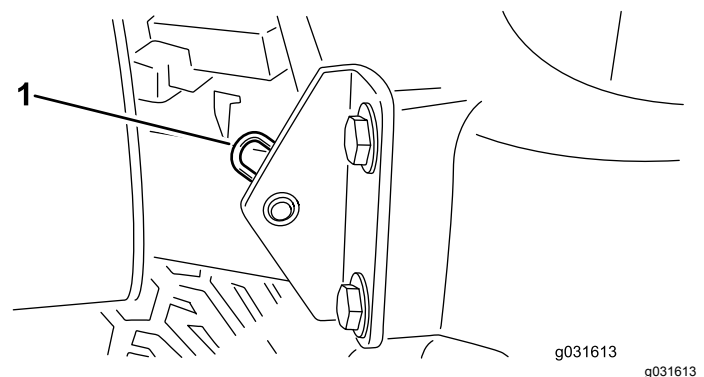

Figura 64
2. Retire el pasador que fija el pivote del capó a los soportes (Figura 64).